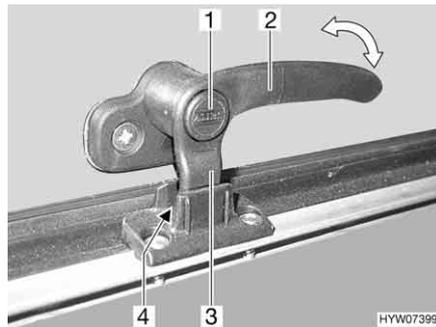
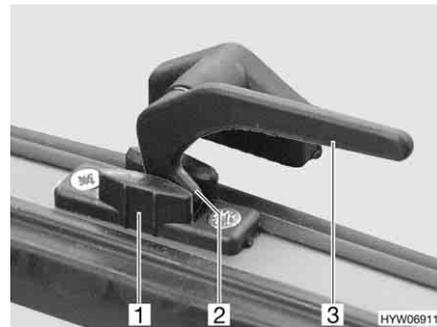

Fig. 79 Levier de verrouillage avec bouton de sécurité en position "Aération permanente"
Fig. 80 Levier de verrouillage en position "Aération permanente"
- En position "Aération permanente" (Fig. 79 et Fig. 80)
- S'il existe, appuyer sur le bouton de sécurité (Fig. 79,1) et le maintenir enfoncé.
- Tourner le levier de verrouillage (Fig. 79,2 ou Fig. 80,3) d'un quart de tour vers le centre de la fenêtre.
- Remettre le levier de verrouillage en position initiale. Le tenon de verrouillage (Fig. 79,3 ou Fig. 80,2) du levier de verrouillage doit pénétrer alors dans le logement prévu à cet effet dans le verrouillage de fenêtre (Fig. 79,4 ou Fig. 80,1).
- Relâcher le bouton de sécurité (Fig. 79,1).